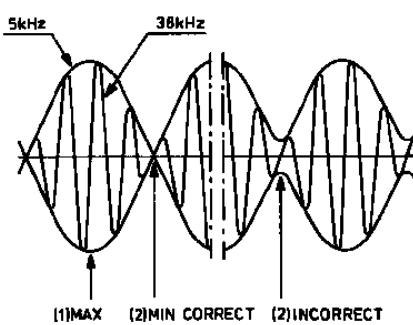

Fig.1
- Schliesse einen Oszilloskop an. Justiere das S-Signal auf Maximum (1), und so dass ein scharfer Nulldurchgang erhalten wird. Die Umhüllungskurven des L- und R-Signals sollen sich auf der Nullachse schneiden (2) Siehe Abb.1.